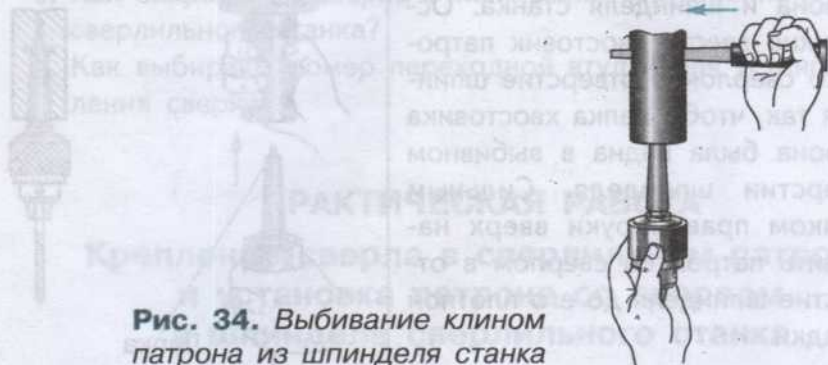

Рис. 34. Выбивание клином патрона из шпинделя станка
2. С помощью клина удалите патрон из шпинделя (рис. 34).